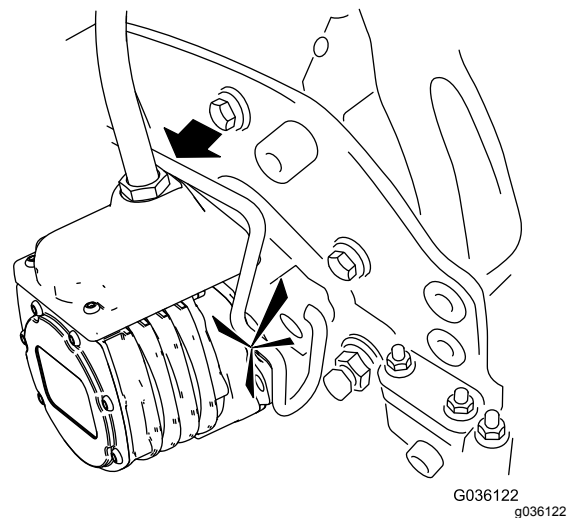

Figura 53
7. Introduzca el motor en el lado izquierdo de la unidad de corte (visto desde el puesto del operador) y tire de la barra de retención del motor en la unidad de corte hacia el motor hasta que oiga un “clic” en ambos lados del motor (Figura 53).